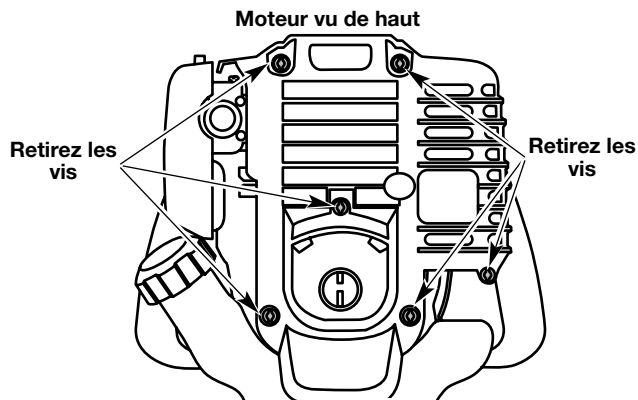

Fig. 51
1. Retirez les six (6) vis à l'arrière de la couverture du moteur avec un tournevis plat ou un tournevis Torx T-25 (Fig. 51).
4. Déposez le couvercle du moteur (Fig. 51).
1. Arrêtez le moteur et laissez-le refroidir. Retirez les six (6) vis à l'arrière de la couverture du moteur avec un tournevis plat ou un tournevis Torx T-25 (Fig. 51).